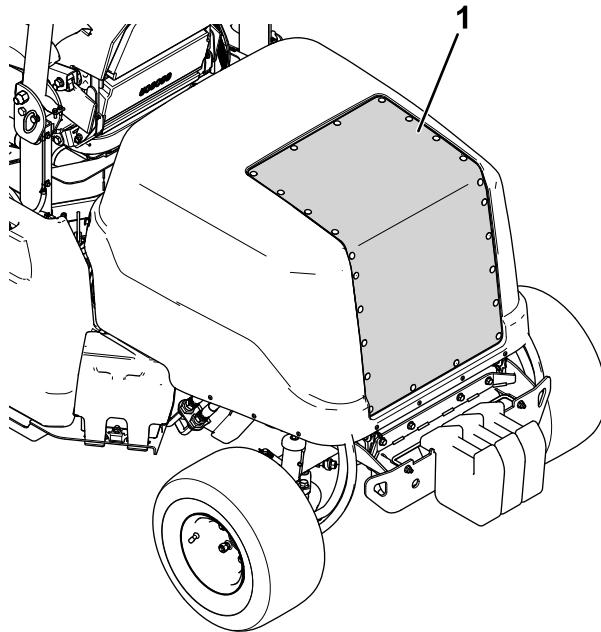

図 68
2. 圧縮空気を使用してフードの吸気スクリーン **図 68**を清掃する。機体内部から外部にむかってエアを吹き付ける。